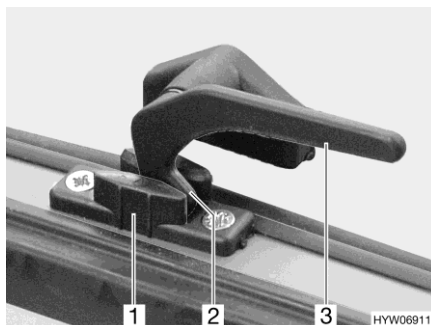

Fig. 65 Levier de verrouillage (position "Aération permanente")
- En position "Aération permanente" (Fig. 65)
- Tourner tous les leviers de verrouillage (Fig. 65,3) d'un quart de tour vers le centre de la fenêtre.
- Remettre tous les leviers de verrouillage en position initiale. Le tenon de verrouillage (Fig. 65,2) doit pénétrer alors dans le logement prévu à cet effet dans le verrouillage de fenêtre (Fig. 65,1).